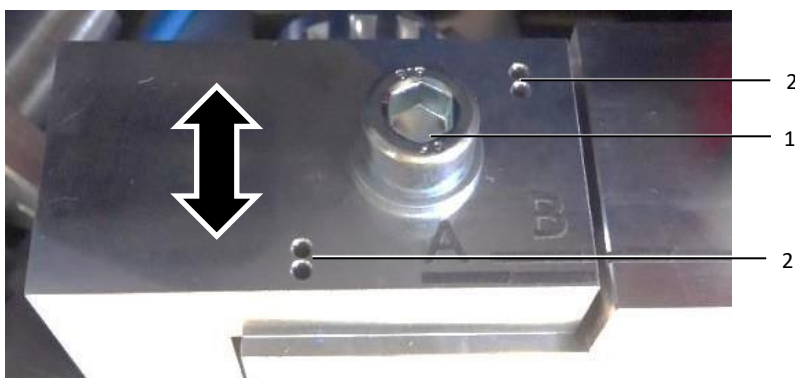

图 14: 开启楔调整装置（已调整：B）
- 松开锁紧螺栓（图 14，项号 1），使调整板能够被稍微抬起至定位销上方。
- 将调整板移至所需的位置。同时，一对定位销必须插入相应的开口（图 14，项号 2）中。
- 再次拧紧锁紧螺栓（图 14，项号 1）。